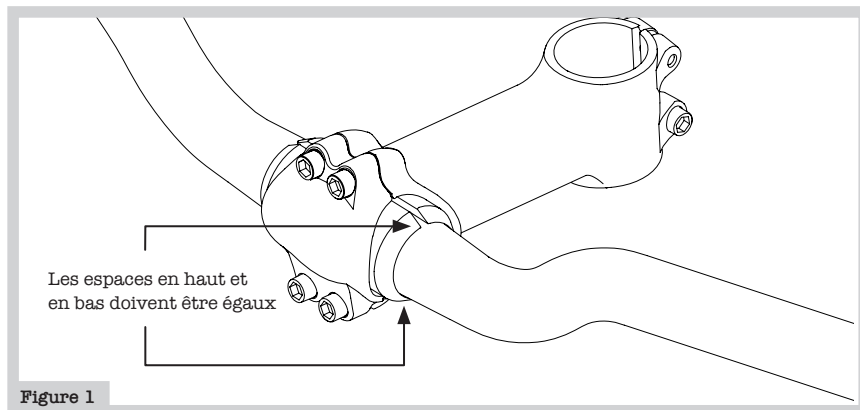

Figure 1
3. Les espaces entre les deux parties de l'adaptateur (haut, bas et côtés) sont uniformes quand la force de serrage est adéquate (figure 1). Insérez le cintre et l'adaptateur dans la zone de serrage de la potence